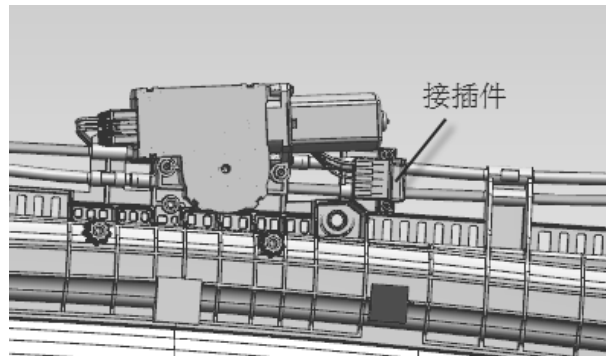

图1-2-5-1 拆天窗电动机
- (1) 拆下车顶内衬。
- (2) 按图1-2-5-1所示方法断开并取下插头，卸下螺栓。
- (3) 拆下天窗电动机。
- (4) 按照与拆卸相反的顺序安装电动机。安装完毕之后，连接插头并检查电动机运行情况。